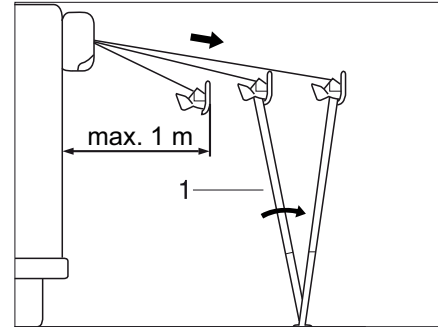

Bild 41 Uppställning av markisen
- Fäll ut stödbenen (Bild 41,1) och ställ dem på marken.